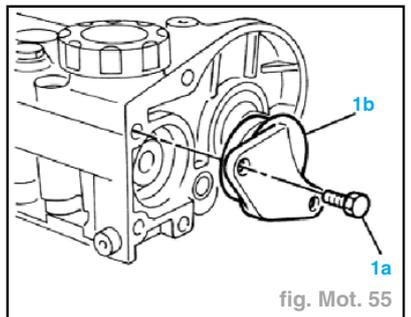

fig. Mot. 55
- Dévisser les vis de fixation (1a) et retirer le carter de protection (1b), côté distribution (fig. Mot. 55).